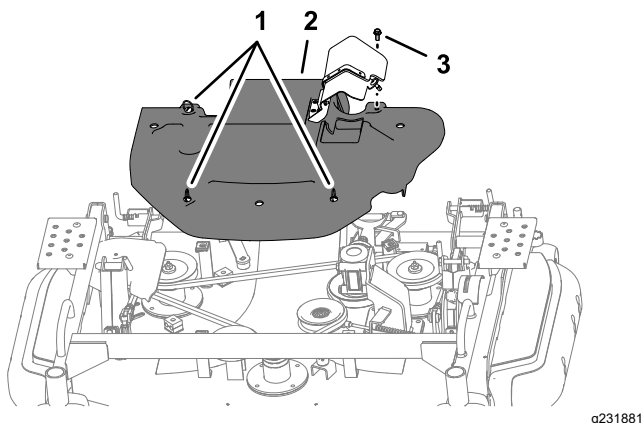

Figura 116
1. Gire las 3 fijaciones de cuarto de giro en sentido antihorario (Figura 116).
2. Afloje el perno (Figura 116).
1. Alinee las fijaciones de cuarto de giro de la cubierta de la correa con las tuercas de clip de la carcasa de corte; consulte la Figura 116 en Retirada de la cubierta de la correa (página 78).
3. Instale el perno en la cubierta de la correa al clip de la tuerca de la carcasa de corte; consulte la Figura 116 en Retirada de la cubierta de la correa (página 78).